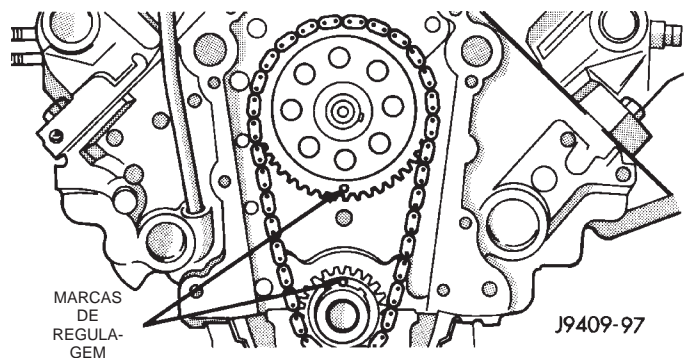

Fig. 37 Alinhamento das Marcas de Regulagem
(1) Desconecte o cabo negativo da bateria.
(2) Remova a tampa da corrente de distribuição. Consulte o procedimento contido nesta seção.
(3) Reinstale o abafador de vibração apertando o parafuso com as mãos. Com uma barra do disjuntor e soquete adequados, gire o eixo de manivelas para alinhar as marcas de regulagem, conforme exibido na figura (Fig. 37).
(4) Remova o parafuso de fixação da roda dentada do eixo de comando das válvulas e remova a corrente de distribuição com as rodas dentadas do eixo de manivelas e do eixo de comando das válvulas.
(4) Levante as rodas dentadas e a corrente (mantenha as rodas dentadas apertadas contra a corrente na posição adequada, conforme descrito).
(5) Deslize ambas as rodas dentadas igualmente sobre seus respectivos eixos e use uma régua sem graduação para verificar o alinhamento das marcas de regulagem (Fig. 37).